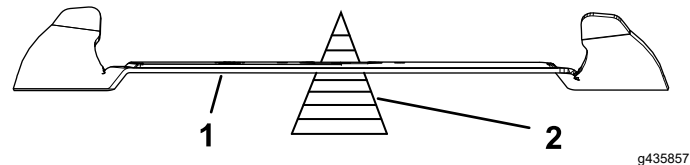

Figura 90
2. Controllate l'equilibrio della lama collocandola su un bilanciatore (Figura 90).
Nota: Se la lama è sbilanciata, limate parte del metallo dall'estremità pesante della lama solo nell'area della costa (Figura 90).